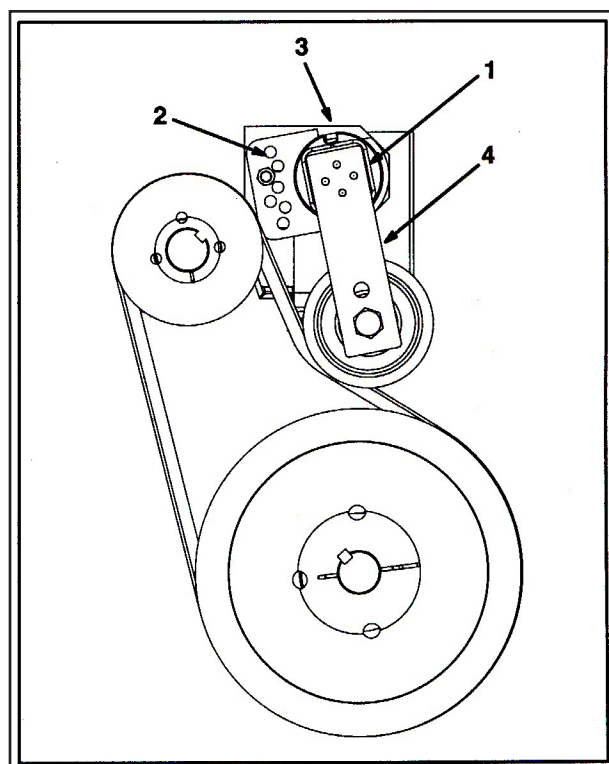

図13
2. テンショナ・ガイドをブロー・フレームに固定しているキャップスクリューとナットを外す(図13)。キャップスクリューを外すとベルトがゆるむ。